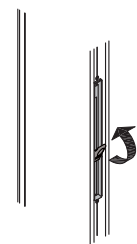

図8-3
- ③ 落とし棒の位置が決定したら、落とし棒上と落とし棒下のつまみを元にもどしてロックしてください。(図8-3,図8-7参照)